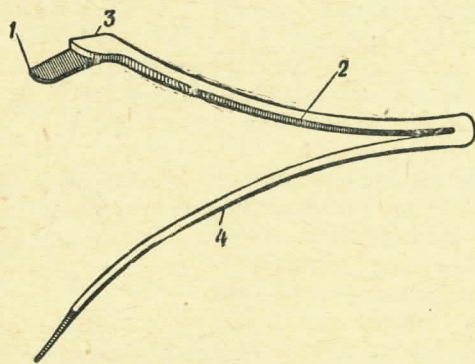

Рис. 13. Боевая пружина;
14. **Боевая пружина** (рис. 13) служит для сообщения курку быстрого вращательного движения для удара по капсюлю патрона.